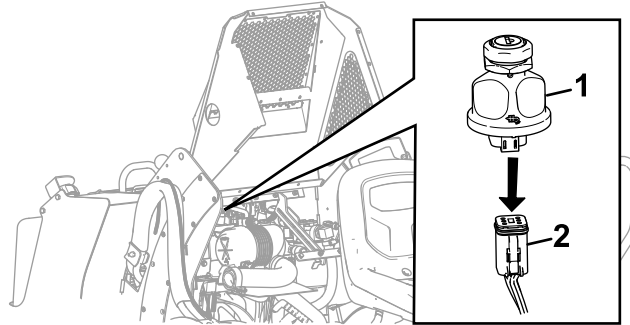

Bild 9
- A. Entfernen Sie unter dem Bedienfeld den Stecker des Kabelbaums der Zugmaschine vom Zündschalter (**Bild 9**).